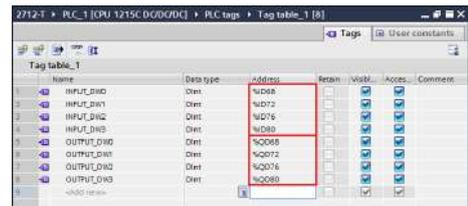

Figura 103 – Tabela de tags do CLP
2. Crie os tags respeitando seus respectivos “Data type” e “Address” conforme *Figura 103*. Note que os endereços devem ser respeitados na ordem que foram criados no mapeamento da área de dados. Se alterar o endereçamento “I address” ou “Q address”, deverá também ser alterados na criação dos tags;